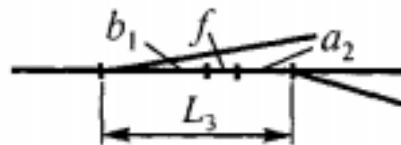

Рисунок 12.1 - Схемы взаимного расположения стрелочных переводов
**Задача 12.** Определить расстояние между центрами смежных стрелочных переводов марки 1/9 на прямо-отправочных путях в стесненных условиях (рисунок 12.1). Тип рельсов Р65. Длина вставки  $f$  в схеме равна 12,50 м.